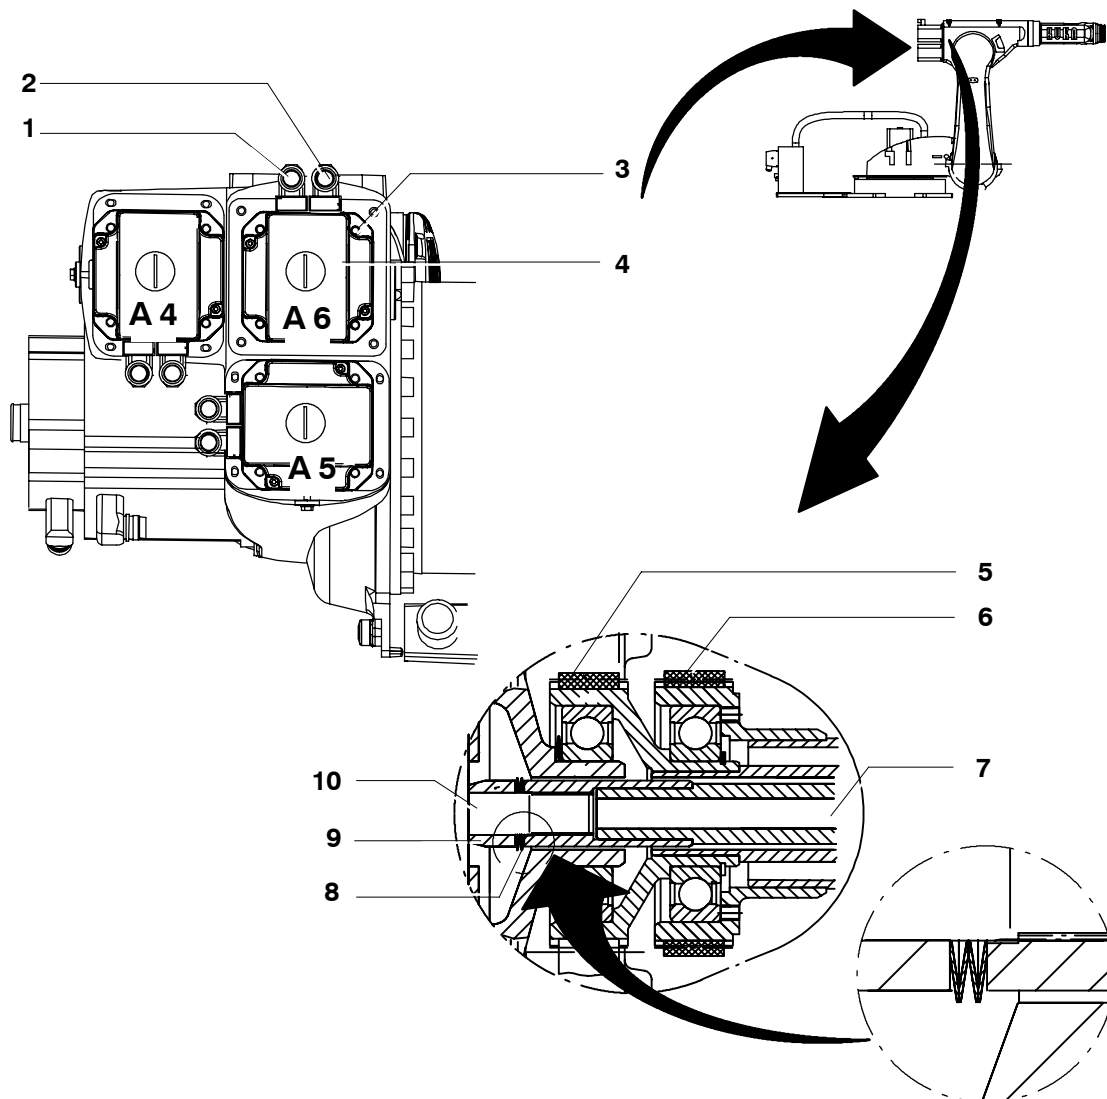

Fig. 117 Démontage et montage de l'entraînement de l'axe du poignet A6
- (1) Desserrer et retirer les connecteurs XM6 et XP6.
- (2) Dévisser quatre vis à six pans creux M8x18 (Fig. 117/3) sans oublier les rondelles-frein et retirer l'entraînement de l'axe du poignet A6.
- (1) Le cas échéant procéder à la déconservation de l'unité d'entraînement du poignet A6 (Fig. 117/4), nettoyer la liaison par arbres dentés (10) puis graisser légèrement mais sur toute la surface avec du Microlube GL 261 Remplacer les pièces endommagées.
- (2) Pousser l'anneau (9) et les ressorts Belleville (8), conformément à la Fig. 117 sur la denture.
- (3) Introduire l'entraînement de l'axe du poignet A6 (4) dans la liaison par arbres dentés de l'arbre A6 (7) et le centrage du carter du bras.
Monter l'unité d'entraînement de l'axe du poignet A6 de façon à ce que les connecteurs femelles XM6 et XP6 (1, 2) se trouvent en haut (Fig. 117).